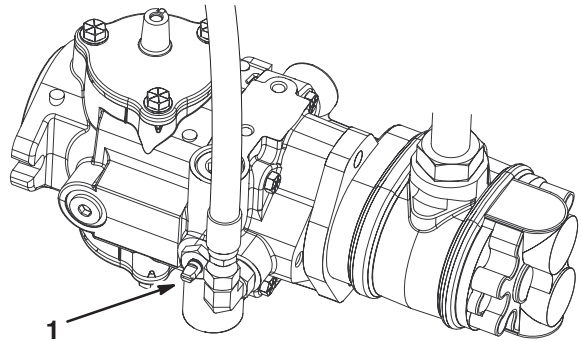

Figure 40
1. Trouvez la vanne de dérivation sur la pompe et tournez-la pour que la fente soit verticale (Fig. 40).
2. Avant de mettre le moteur en marche, tournez la vanne de dérivation pour la fermer (fente horizontale) (Fig. 40). Ne mettez pas le moteur en marche quand la vanne est ouverte.